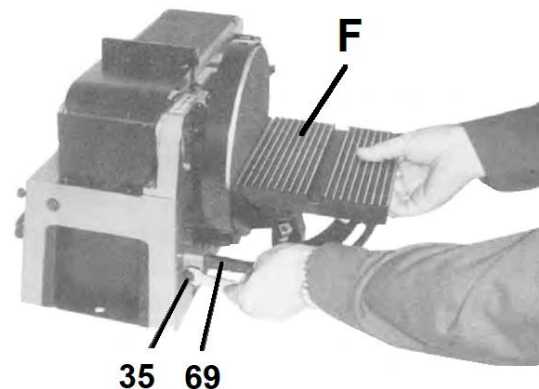

Abbildung 6-6: Montage des Schleiftisches
Die Haltestange (69, Abb. 6-6) in die vorgesehene Bohrung des Gehäuses schieben und mit Schraube (35) festklemmen. Den Schleiftisch (F) auf die Haltestange schieben und ebenfalls mit Schraube festklemmen.